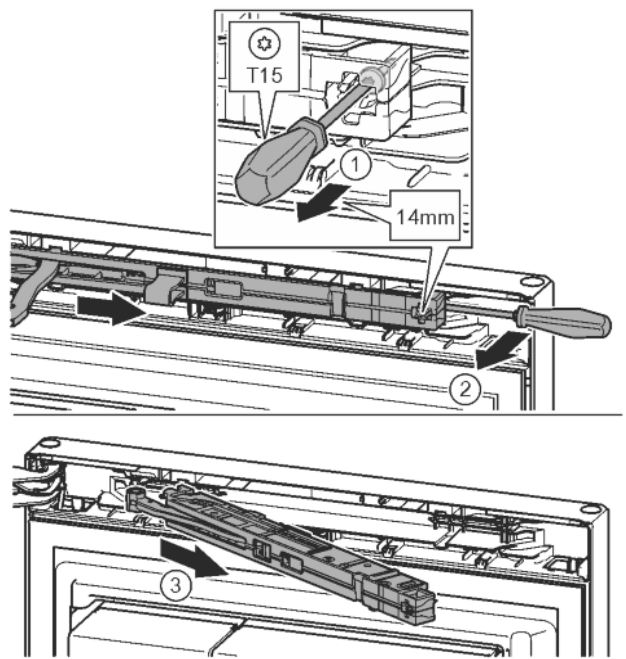

Fig. 12
- ▶ Ослабить винт на узле амортизатора с помощью отвертки T15 примерно на 14 мм. Fig. 12 (1)
- ▶ Отверткой со стороны ручки переместить за узел амортизатора и повернуть вперед. Fig. 12 (2)
- ▶ Извлечь узел амортизатора. Fig. 12 (3)